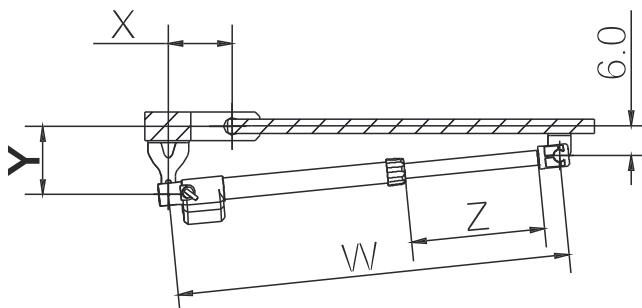

FIG. 4
- 4 - Fixer la plaque support A sur le pilastre au coté du vantail en suivant les cotes indiqués dans TAB. 1 et FIG. 4.